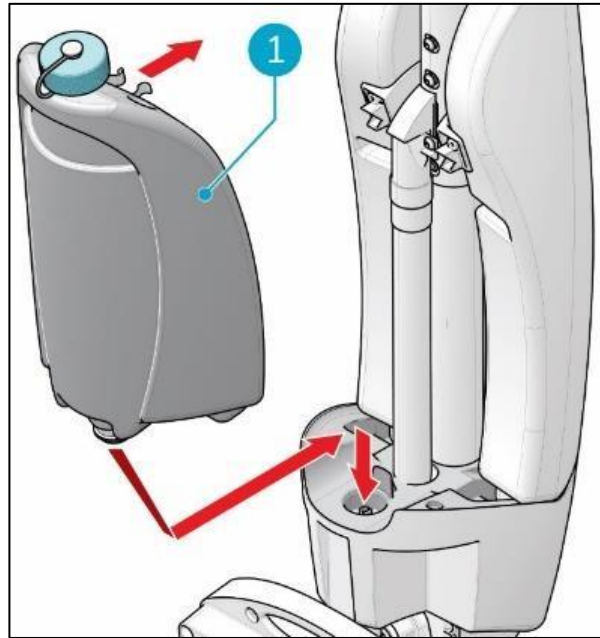

Abbildung 11
1. Setzen Sie den Tank (Abbildung 11, Pos. 1) mit dem Ventil voran auf den i-mop® XL basic.